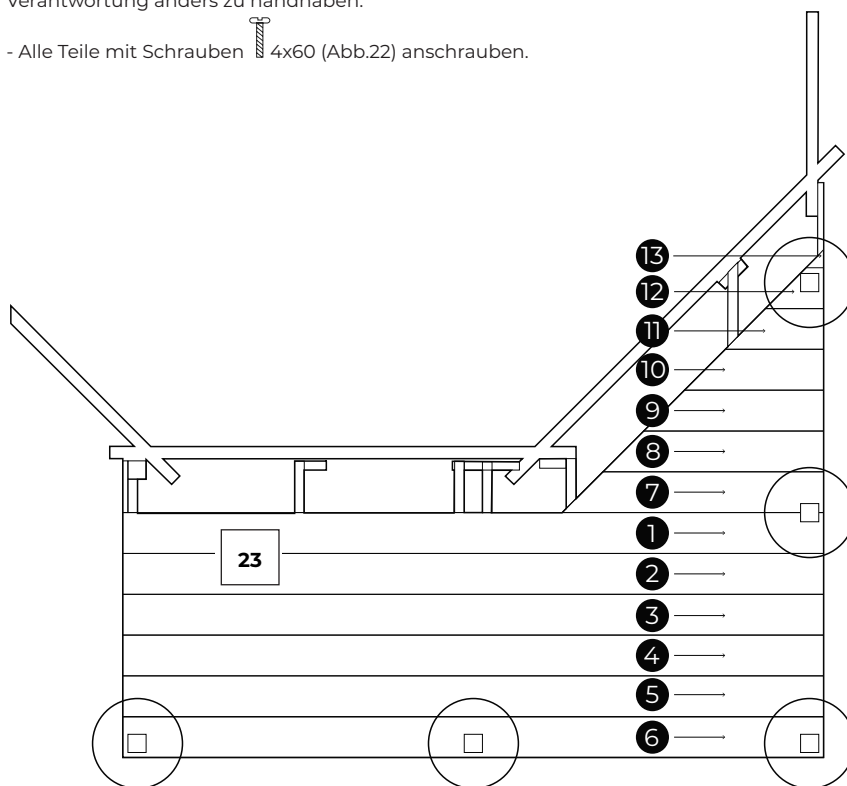

Abb. 20
- Legen Sie den Boden in der angegebenen Reihenfolge vor (Abb.20)
- Schnitte in den gekennzeichneten Brettern ausführen, um sie korrekt anzupassen. (Abb.20 und Abb.21)